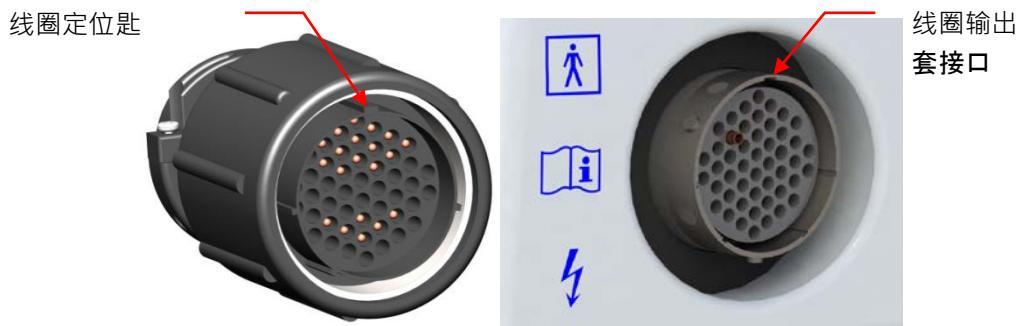

图4.5: 线圈插头上的定位匙（左），以及刺激线圈输出套接口（右）
**注意:** 线圈接头位置有一个定位匙，该定位匙需要与刺激线圈套接口上对应的套接口对齐。然后，按照顺时针方式，转动线圈接头的卡圈，将线圈锁入刺激器。（参见图 4.5）